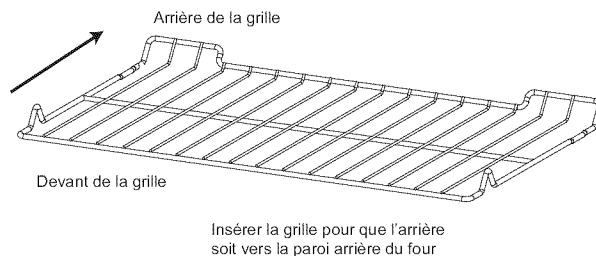

Figure 3: Insérer la grille
- Pousser complètement la grille supérieure (figure 3).